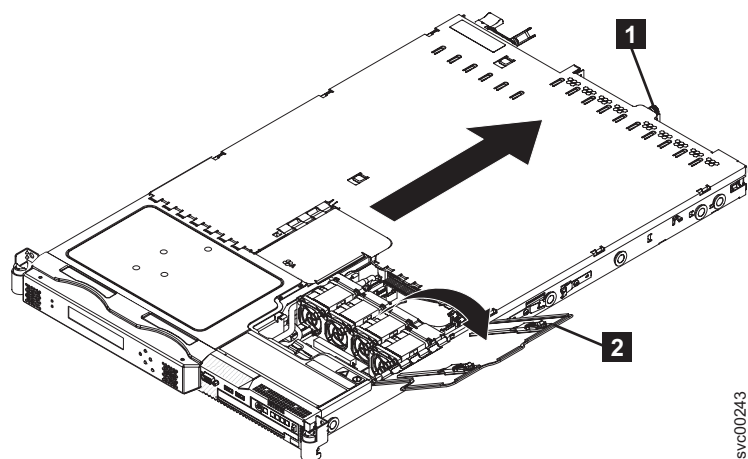

図 130. ファン・ドアを開いた状態の SAN ボリューム・コントローラー 2145-8G4
3. SAN ボリューム・コントローラー 2145-8G4 の背面でカバーを固定しているつまみねじ ( 537 ページの図 130 の **1** ) を緩めます。